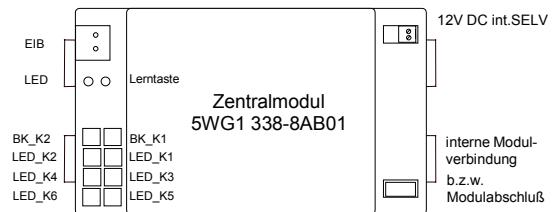

Bild 17: Steckerpositionen der Kanäle am Zentralmodul
Das vormontierte Zentralmodul (ZM) erlaubt den Anschluss von bis zu 6 Anzeigeelementen (LED_K1... LED_K6) und 2 Binärkontakte (BK_K1, BK_K2). Bild 17 zeigt die Steckerpositionen der einzelnen Kanäle.